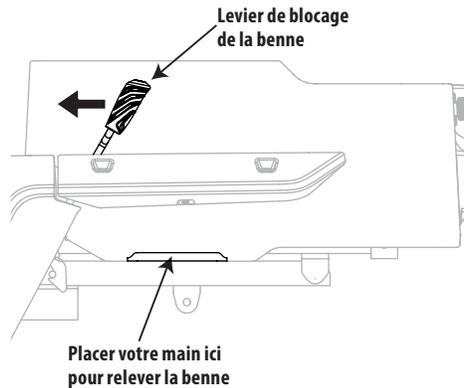

Figure 3-9
- Pour les charges moins lourdes, déplacez le levier de blocage de la benne vers l'avant pour déverrouiller la benne. Tenez le levier de blocage vers l'avant avec une main, puis relevez la benne avec l'autre main. Voir Figure 3-9.